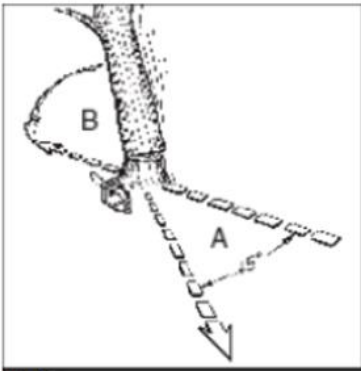

Fig 3a
Avertisment: Înainte de a începe tăierea, trebuie prevăzută și degajată o cale de evacuare (A). Calea de evacuare trebuie să se prelungească înapoi și în diagonală, în sens opus direcției de cădere, ca în Fig. 3a.
AVERTISMENT: Când tăietura de doborâre se apropie de balama, arborele ar trebui să înceapă să cadă. Când arborele începe să cadă, scoateți ferăstrăul din tăietură, opriți motorul, lăsați jos ferăstrăul cu lanț și părăsiți zona pe calea de evacuare (Fig. 3a).